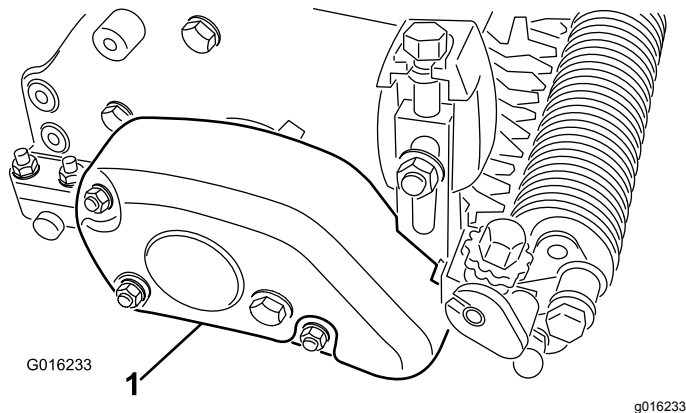

Рисунок 29
1. Снимите кожух ремня с корпуса механической щетки (Рисунок 29).